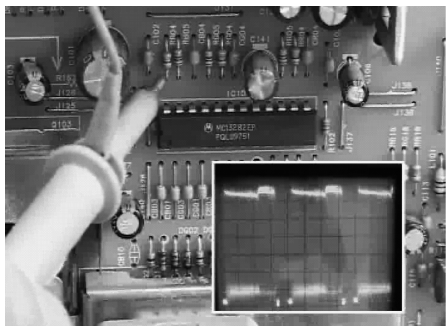

图 4-47 防止测试时引脚间短路的方法
2) 测试不要造成引脚间短路。电压测量或用示波器探头测试波形时,表笔或探头滑动会造成集成电路引脚间短路,最好在与引脚直接连通的外围印制电路板上进行测量,如图4-47所示。任何瞬间的短路都容易损坏集成电路,在测试扁平形封装的CMOS集成电路时更要加倍小心。